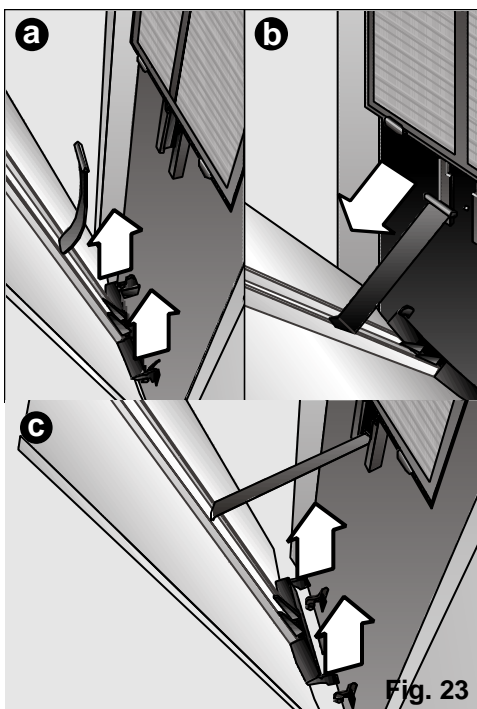

Fig. 23
- 1° Levantar la puerta hasta sacarla de los apoyos inferiores, (Fig. 23: a).
- 2° Posicionar el clip de plástico en la ranura frontal del equipo (en forma de T) y deslizarlo hacia abajo hasta el tope de seguridad, (Fig. 23: b).
- 3° Colocar las patillas inferiores de la puerta en los topes frontales del equipo con cuidado para evitar que la patilla de plástico colocada en el paso anterior se salga de su ubicación, (Fig. 23: c).